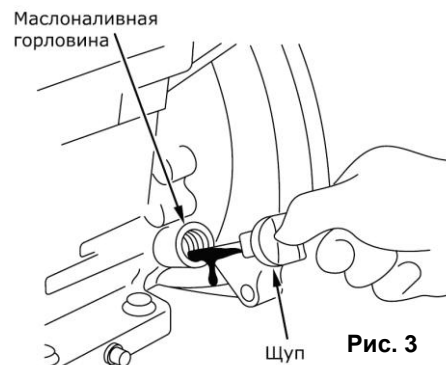

Рис. 3
- Если уровень масла меньше нижней линии на щупе, долейте масло до верхней линии. При загрязнении, масло необходимо заменить (См. Рис.3).